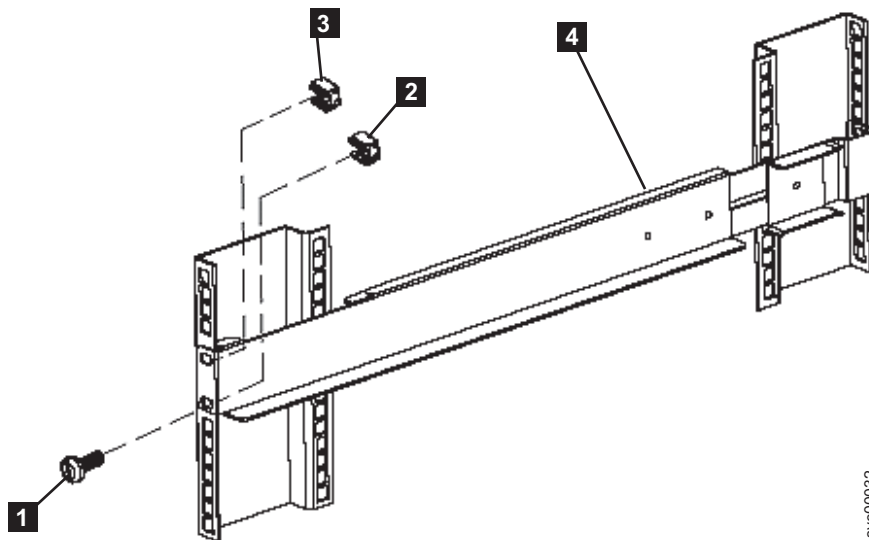

図 134. 2145 UPS-1U への前面レールの固定
7. 1 つの M6 × 10 ねじと 1 つのクリップ・ナット **1** (図 134) を使用して、レールの下部の穴のみをラックの前面に取り付けます。